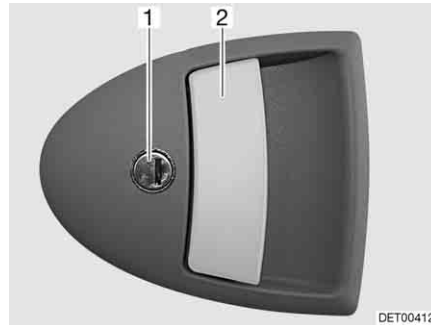

Bild 45 Dörrlås ingångsdörr, utsida
- Stick in nyckeln i låscylindern (Bild 45,1) och vrid den ända tills dörrlåset har låsts upp.
- Drag i dörrhandtaget (Bild 45,2). Dörren är öppen.
- Stick in nyckeln i låscylindern (Bild 45,1) och vrid den ända tills dörrlåset har låsts.